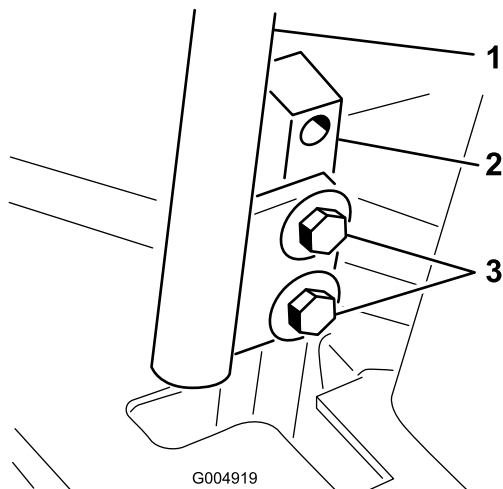

Figura 59
3. Afloje los pernos que sujetan las palancas de control (Figura 59).